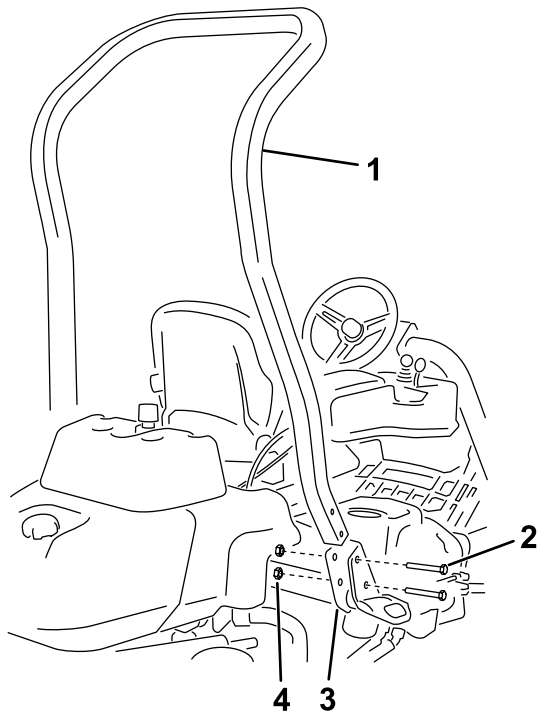

Figure 3
3. Avec 4 boulons ($\frac{1}{2}$ po x $3\frac{3}{4}$ po) et 4 écrous à embase ($\frac{1}{2}$ po), fixez l'arceau de sécurité dans les supports du système ROPS de chaque côté de la machine, comme montré à la Figure 3.